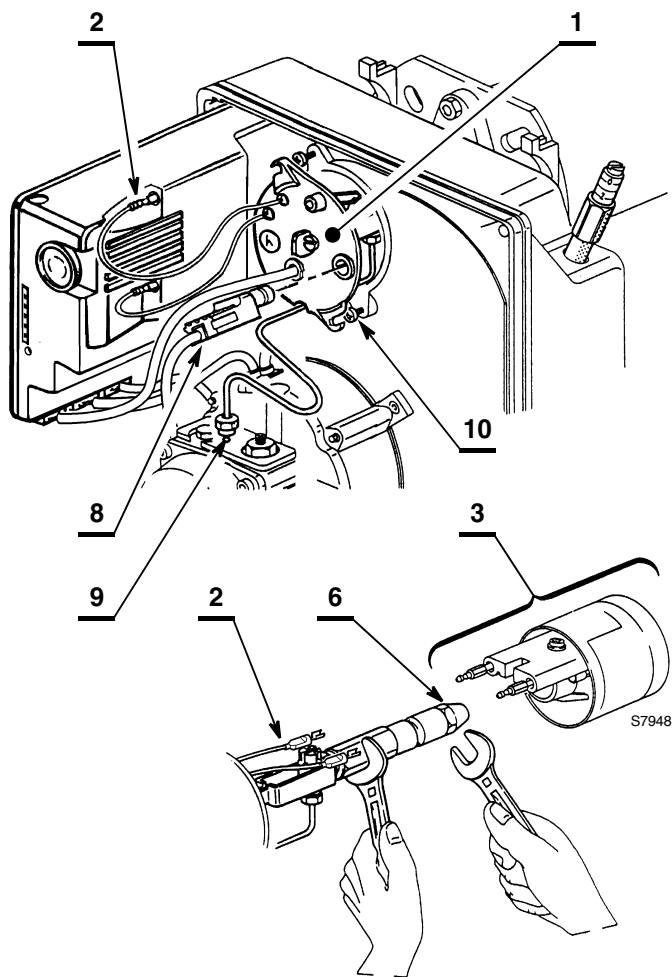
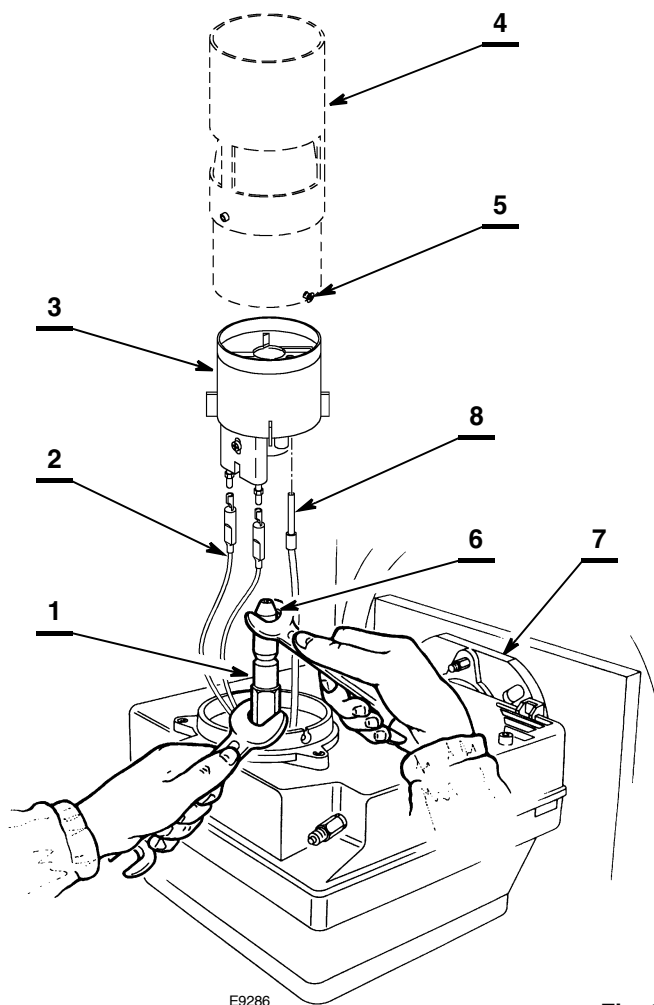

Fig. 21
Fig. 23
L'accessibilità all'ugello, all'elica ed agli elettrodi può avvenire in due modi, vedi Fig. 21 e Fig. 23:
- sfilare i cavetti 2) (Fig. 21) dall'apparecchiatura, la fotoresistenza 8) e svitare il dado 9) dalla pompa.
- Agganciare il bruciatore alla flangia 7) (Fig. 23), allentare le viti 5) quindi sfilare il gruppo boccaglio 4).
- Sostituire e avvitare correttamente l'ugello 6) stringendolo come mostrato in Fig. 23.